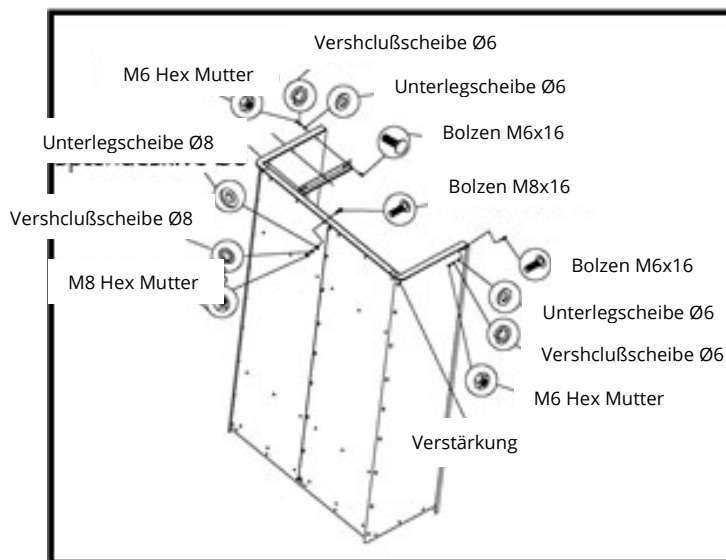

Abbildung 3
3. Das Verstärkungselement für die hintere Klappe wird an der Außenseite des Wagens wie in der Abbildung 3 angezeigt mit sechs M8x16-Rundkopfschrauben, Ø8-Unterlegscheiben, Ø8-Verschlussscheiben und M8-Hex-Muttern angebracht. Noch nicht festziehen.
4. Montieren Sie die 2 Steuerungsschienen für die Klappe hinten wie in der Abbildung 3 abgebildet. Noch nicht festziehen.